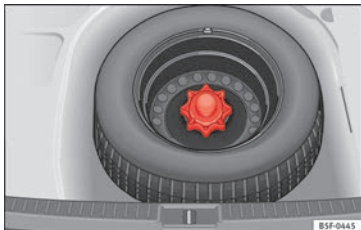

Fig. 181 Roue de secours : plancher de chargement soulevé.
- Soulevez le plancher de chargement et laissez-le dans cette position pour pouvoir retirer la roue de secours » fig. 181.